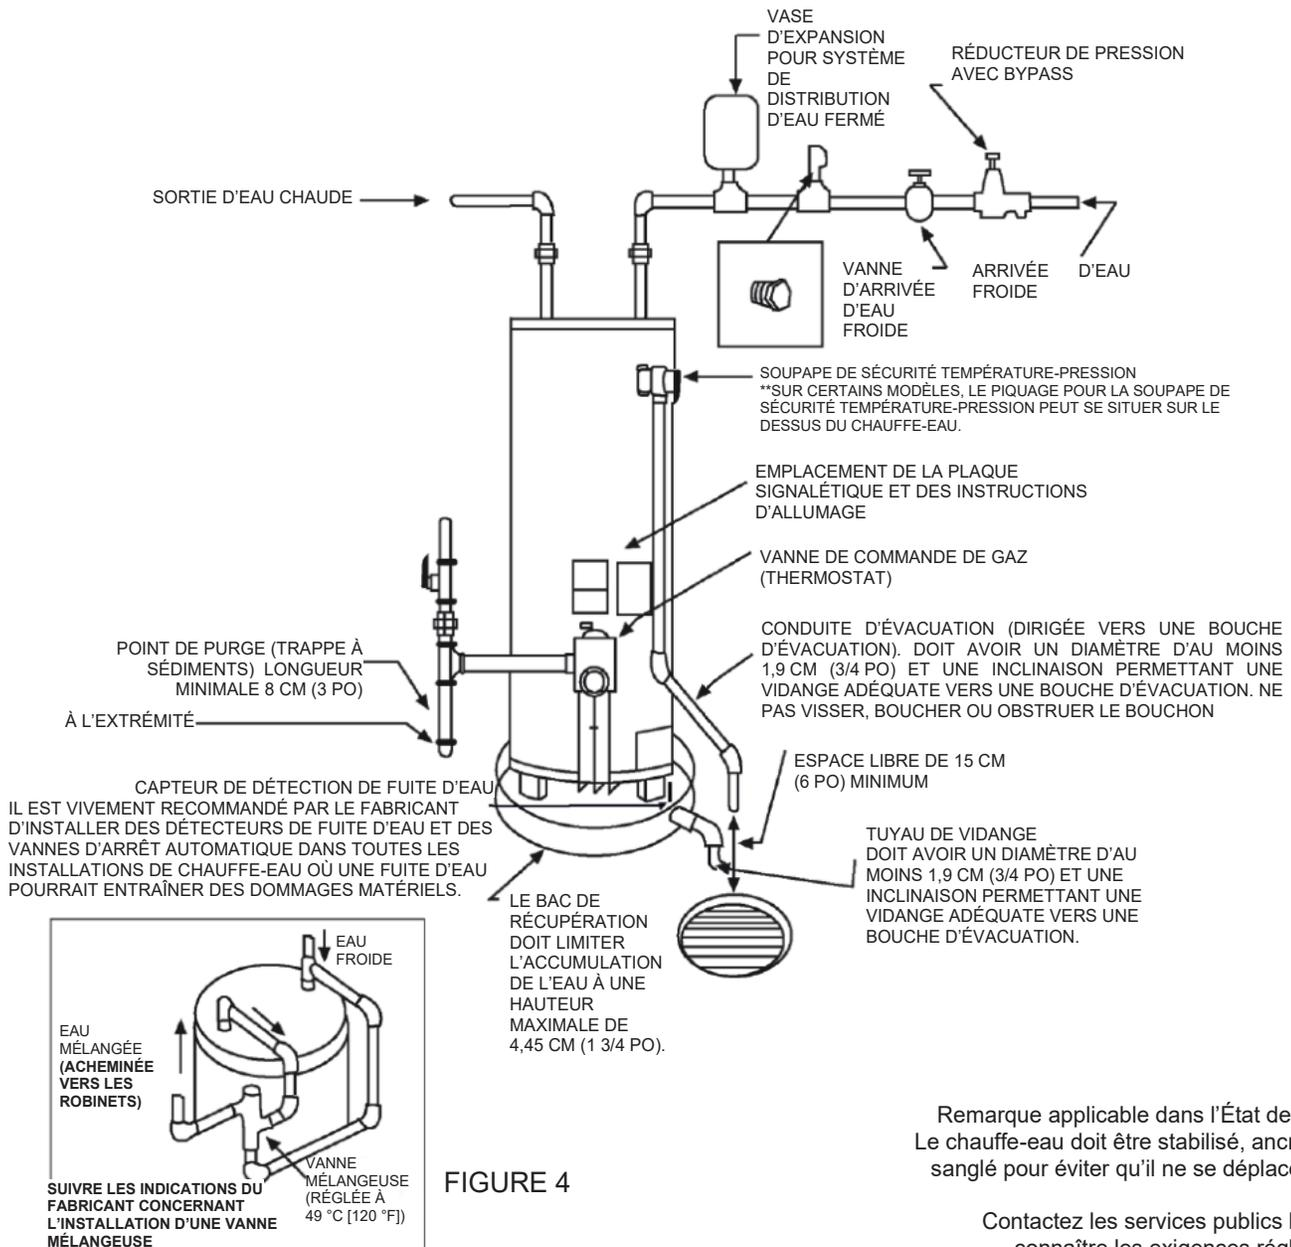
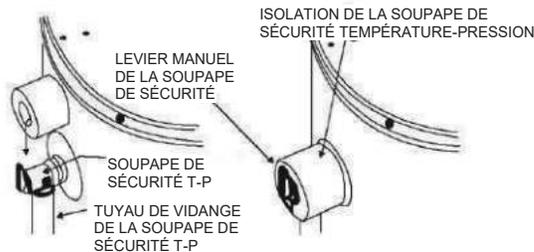

FIGURE 4
Figure 10
Installer les tuyaux et raccords d'alimentation en eau comme indiqué à la Figure 4.
Pour éviter que la soupape de sécurité température-pression évacue de l'eau chaude, entraînant une perte d'énergie, et réduire l'accumulation de dépôts calcaires sur le siège de la soupape de sécurité température-pression il est recommandé d'installer un vase d'expansion sur la conduite d'alimentation en eau. Pour un volume de 189 litres (50 gallons US) d'eau stockée, le vase d'expansion doit avoir une capacité minimale de 5,6 litres (1,5 gallons US), voir Figure 4.
(Figure 4)
Cette soupape de surpression a pour fonction de d'évacuer de grandes quantités d'eau lorsque les circonstances l'exigent. Si le tuyau de décharge n'est pas dirigé vers une bouche d'évacuation comme indiqué à la Figure 4, ou à un autre dispositif, l'écoulement de l'eau peut causer des dommages matériels.
Actionnez manuellement la soupape de sécurité température-pression au moins une fois par an (Figure 10). Pour éviter tout risque de dégâts des eaux, la conduite d'évacuation doit mener à une bouche d'évacuation appropriée. (Figure 4).
3. Ouvrez cette fente et passez-la par-dessus la soupape de sécurité température-pression (Voir Figure 10). Appuyez doucement sur l'isolant afin de vous assurer qu'il est correctement positionné sur la soupape de sécurité T-P. Une fois l'isolant scellé, fixez-le avec une portion de bande adhésive. **IMPORTANT** : L'isolant et la bande adhésive ne doivent pas bloquer ni recouvrir l'ouverture d'évacuation de la soupape de sécurité température-pression. L'isolant et la bande adhésive ne doivent pas bloquer ni recouvrir l'ouverture de la soupape de sécurité température-pression. L'isolant ou la bande adhésive ne doivent pas non plus bloquer ni entraver l'accès au levier de la soupape de sécurité température-pression